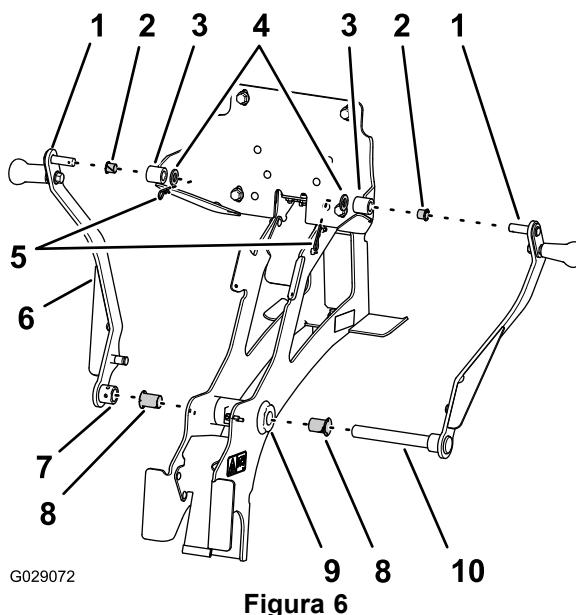

Figura 6
- Insira um casquilho flangeado (1/2 pol. de diâmetro interno) nos cubos esquerdo e direito da placa posterior (Figura 6).
- Monte o pino de articulação inferior do braço da cavidade direito através do casquilho flangeado no lado direito do tubo da articulação e a articulação (Figura 6).
- Monte o pino de articulação superior do braço da cavidade direito através do cubo direito da placa posterior (Figura 6).
- Fixe o pino de articulação superior à placa posterior com uma anilha (1/2 pol.) e um gancho (Figura 6).
- Monte o cubo do braço da cavidade esquerdo por cima da extremidade do pino de articulação inferior do braço da cavidade direito, que está saliente para a esquerda do casquilho flangeado esquerdo no tubo da articulação (Figura 6).
- Monte o pino de articulação superior do braço da cavidade esquerda através do cubo esquerdo da placa posterior (Figura 6).
- Fixe o pino de articulação superior do braço da cavidade esquerda à placa posterior com uma anilha (1/2 pol.) e um gancho (Figura 6).